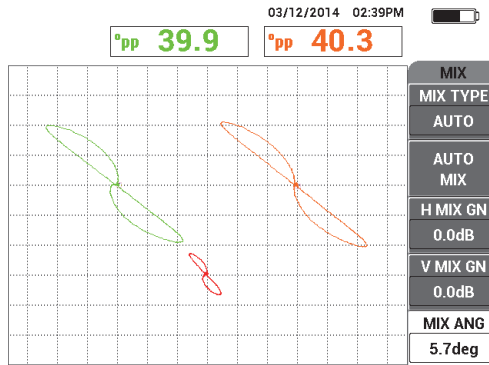

図 5-145 ミックス位相の微調整
- c) ミックス位相（基本フィルタメニューのミックスページ）を微調整して、 40.0° またはほぼ 40.0° の値を得るようにします（231 ページの図 5-145 を参照）。